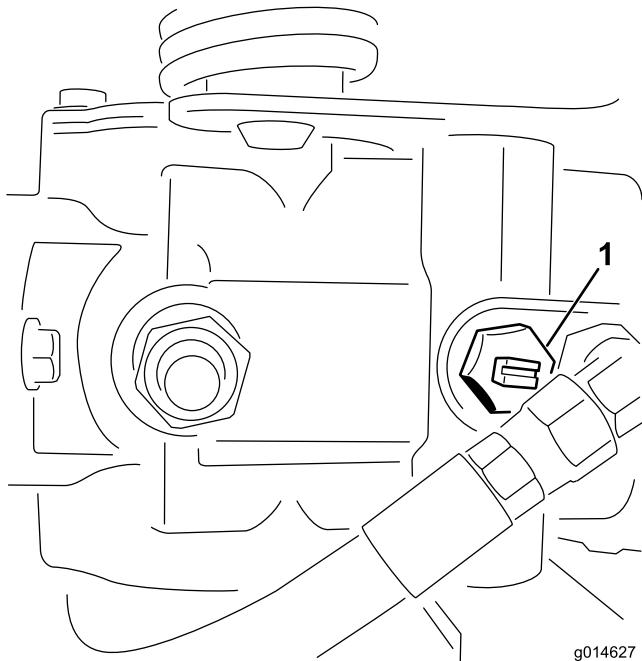

Bild 39
1. Ermitteln Sie das Sicherheitsventil an der Pumpe und drehen Sie es, sodass der Schlitz vertikal ist (Bild 39).
2. Schließen Sie vor dem Starten des Motors das Sicherheitsventil. Drehen Sie den Schlitz des Ventils in die horizontale Stellung (Bild 39). Starten Sie den Motor nie, wenn das Ventil noch offen steht.